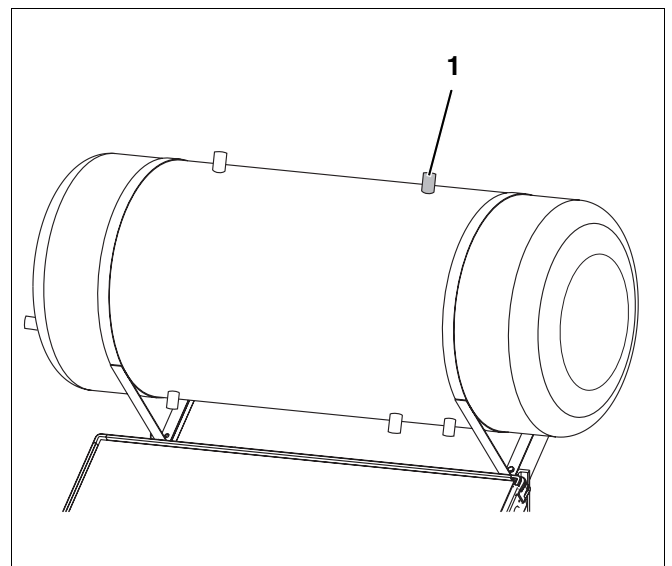

Fig. 24 Llenado de la instalación
- ▶ Introduzca el anticongelante solar en el acumulador desde arriba (fig. 24, **pos. 1**) hasta que salga por el tubo de carga.